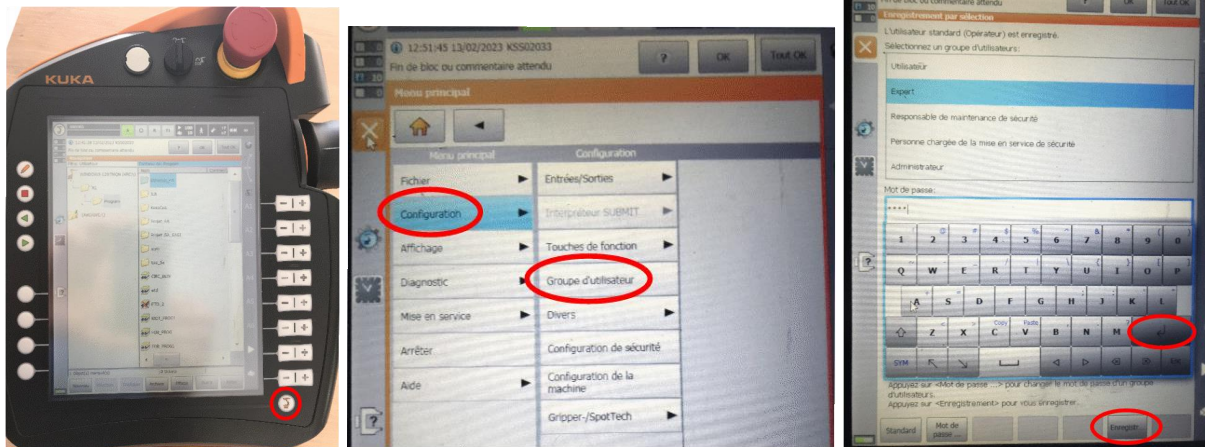

Figure 3 : Sélection du groupe d'utilisateurs.
- Si vous n'êtes pas déjà dans le menu principal, sélectionner l'icône  (voir la figure 3 située à gauche) ;